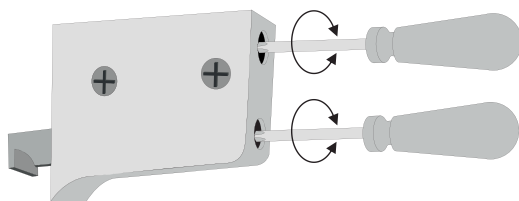

Рис. 5 / 5-сур.
3. Произведите регулировку. (рис.5).